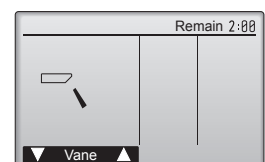

Fig. 7-4
- 2 Druk op de toets [SELECTEREN] om het scherm voor waaierinstelling (Vane) weer te geven en druk op de functietoets [F1] en [F2] om de automatische waaierinstelling te controleren. (Fig. 7-4)